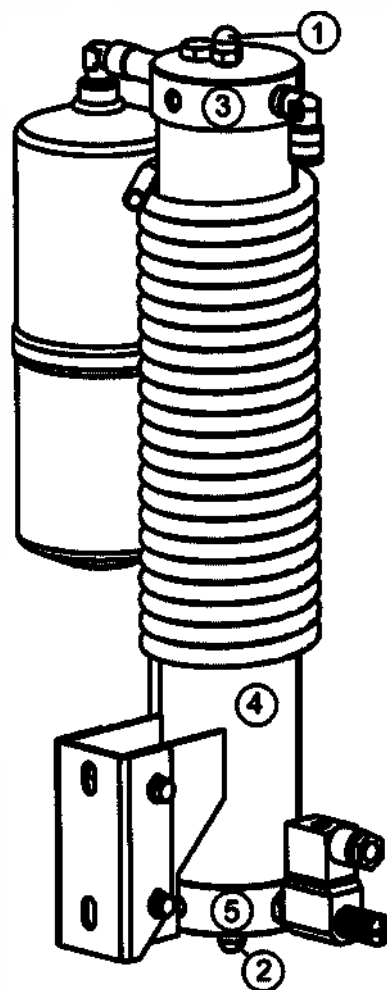

Рисунок 7
- Открутить гайку 1, удерживая гайку 2 (рис. 7)